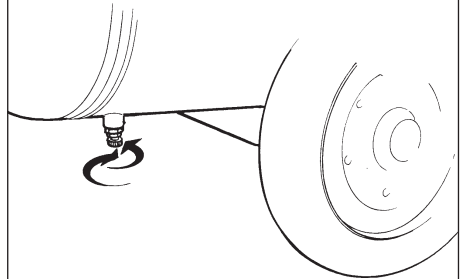

fig. 2
- controleer of de condensatafvoerkraan onder het reservoir (Fig. 2) gesloten is;
- **De druk van het reservoir en van de interne circuiten door de kraan voor de condensataafvoer ontladen voor men ingrijpt of men onderdelen van het luchtcircuit demonteert (Fig. 2). Voorzichtig losschroeven om de lucht langzaam uit te laten. Door de manometer controleren of in het luchtcircuit geen druk is.**
Na iedere werkdag het condensaat door de onder het reservoir gestelde kraan afvoeren (Fig. 2). Het wordt aangeraden, een automatische afvoergoot voor het condensaat aan te brengen, om voltooiing van de afvoer te garanderen.